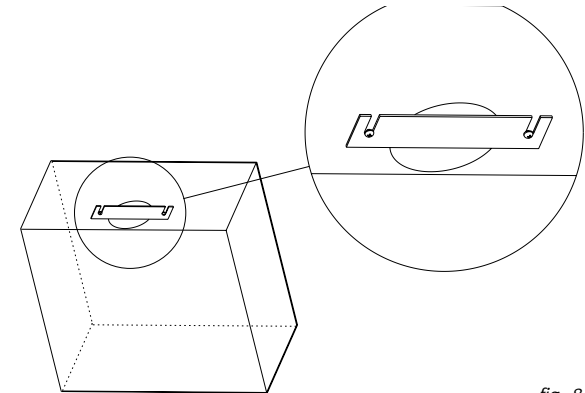

fig. 8
5. Plaats de juiste stuw in de verbrandingskamer (zie fig. 8). Voor de berekening hiervan zie hoofdstuk 3.